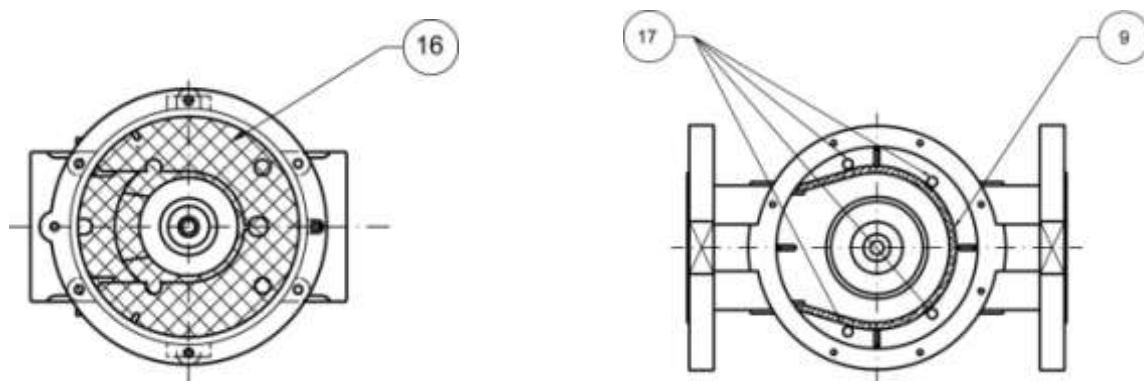
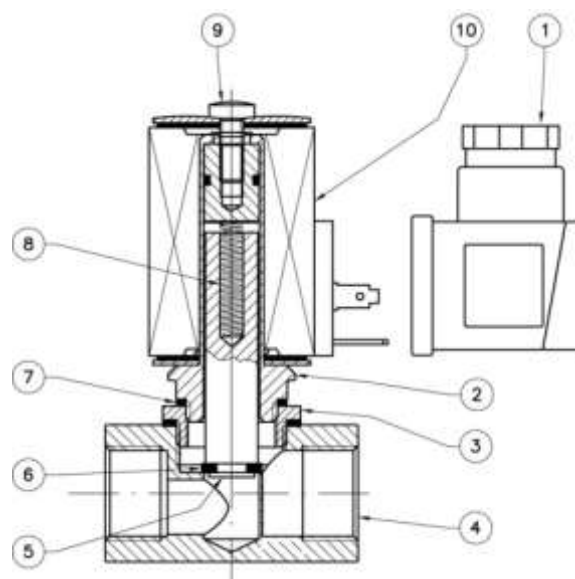

Рис. 11
Рис. 1
DN 15 ÷ DN 50 (см. рис. 1): при помощи отвертки отпустить винты крепления (9), осторожно снять с корпуса (5) крышку (2), проверить состояние затвора и при необходимости заменить резиновую прокладку (3). Затем прочистить или продуть фильтрующую сетку (16) либо заменить его при необходимости (правильное положение фильтрующего элемента показано на рис. 11) и собрать устройство, выполняя обратную последовательность действий.
DN 65 ÷ DN 300 (см. рис. 3): при помощи отвертки отпустить винты крепления (3), осторожно снять с корпуса (5) крышку (2), проверить состояние затвора (11) и при необходимости заменить резиновую прокладку (10). Затем прочистить или продуть фильтрующий элемент (9) либо заменить его при необходимости (правильное положение фильтрующего элемента показано на рис. 11 и 12) и собрать устройство, выполняя обратную последовательность действий.
Клапан (рис. 1) состоит из: электрический коннектор (1); муфта катушки (2); латунное кольцо (3); корпус (4); подвижный сердечник (5); уплотняющая прокладка (6); алюминиевая шайба (7); пружина запирающего механизма (8); винт крепления катушки (9); электромагнитная катушка (10).